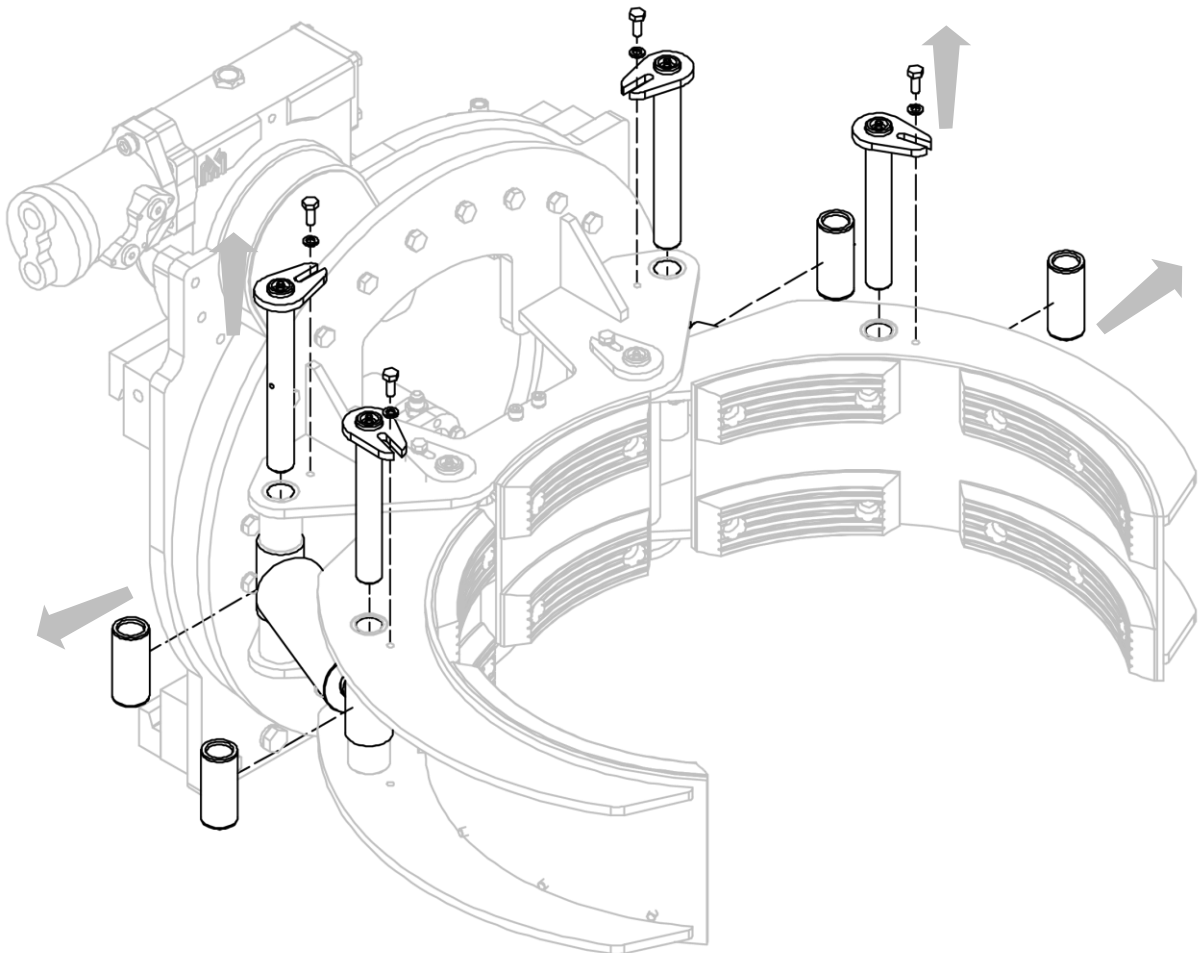

Figura 22
2. Quite los pasadores de fijación (con los correspondientes tornillos y arandelas de resorte) que aseguran los cilindros a la estructura fija y a los brazos (mira *Figura 22*).